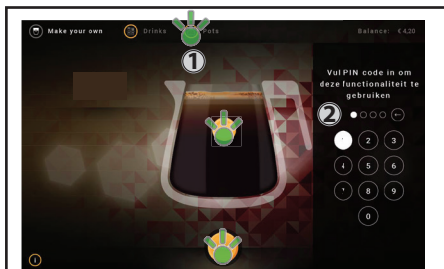

図4.9 - [ポット]
1. マシンが抽出モードになっている時に、タッチスクリーンの右上にあるアイコン [ポット] (1) をタッチします (図 4.9)。
2. 要求される場合は、PINコード (2) を入力します (図 4.9)。